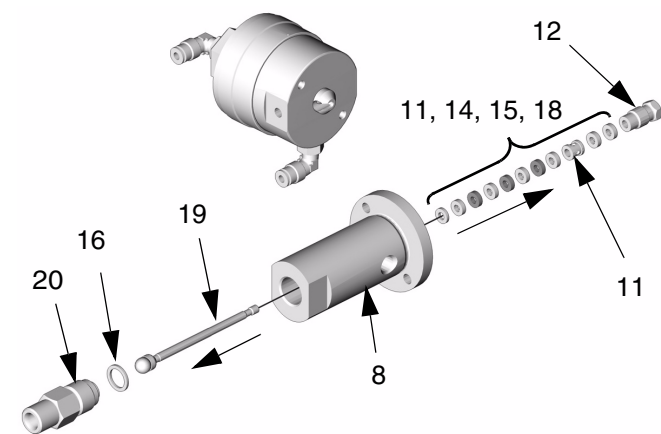

FIG. 4
1. Saque la tuerca (12). Vea FIG. 4.
2. Retire el asiento (20).
1. Una las secciones de aire y de fluido. Vea FIG. 4.